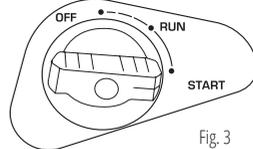

Fig. 3
4. Tournez la vanne du registre d'air sur la position START (Fig. 3).